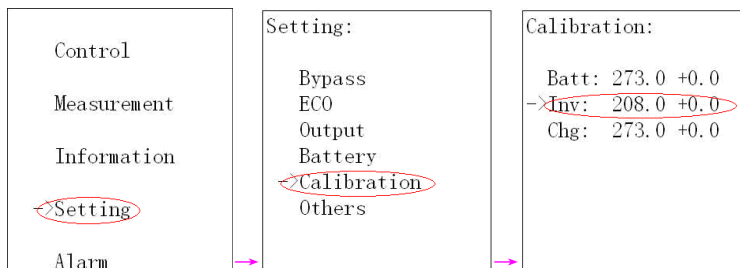

Рисунок 27 – Раздел «Calibration»
- войдите в раздел «Calibration» пункта главного меню «Setting» (рисунок 27) и убедитесь, что значения выходных напряжений инверторов ИБП отличаются не более чем на 2 В. При необходимости скорректируйте значения напряжений при помощи кнопок «UP» и «DOWN»;